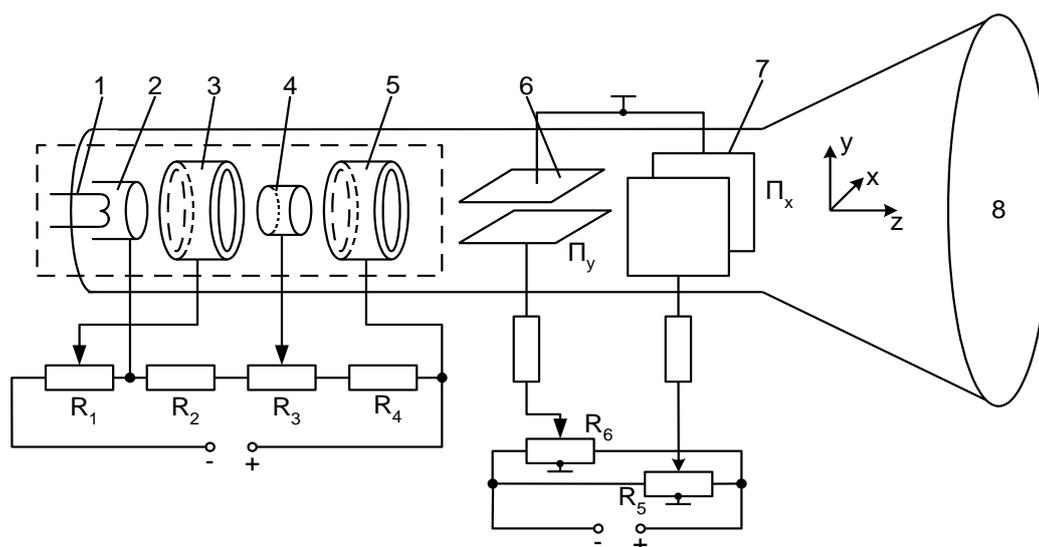
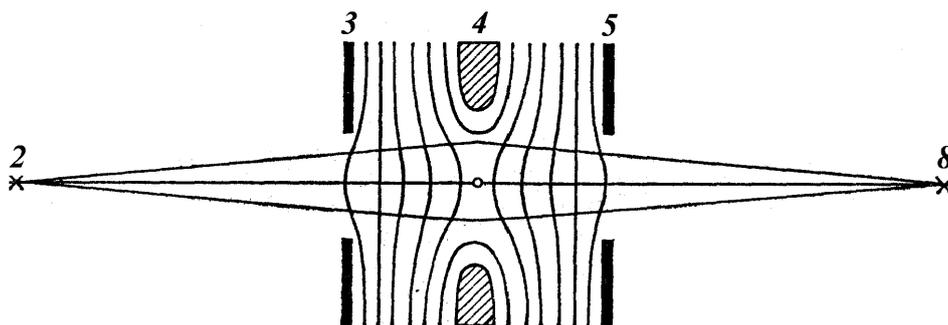

Рис. 4.3.
Рис. 4.4.
Эквипотенциальные линии в этих областях имеют форму, аналогичную поверхности выпуклой оптической линзы (рис. 4.4). Такие линзы называются электростатическими. Изменение направления движения электронов через такие линзы связано с изменением как величины, так и направления их скорости, аналогично тому, что происходит со светом на границе оптических линз.
Рис. 4.4 соответствует случаю, когда источник электронов и его изображение находятся на одинаковых расстояниях от линзы. В реальной электронной пушке на рис. 4.3 напряжение на фокусирующем электроде обычно подбирается таким образом, чтобы электрическое поле между электродами 3 и 4 образовывало короткофокусную линзу, сжимающую пучок электронов, а поле между электродами 4 и 5 - длиннофокусную линзу, формируя светящуюся точку на экране.
14. Используя рис. 4.3, объясните действие ручек регулировки яркости, фокусировки и положением пятна.